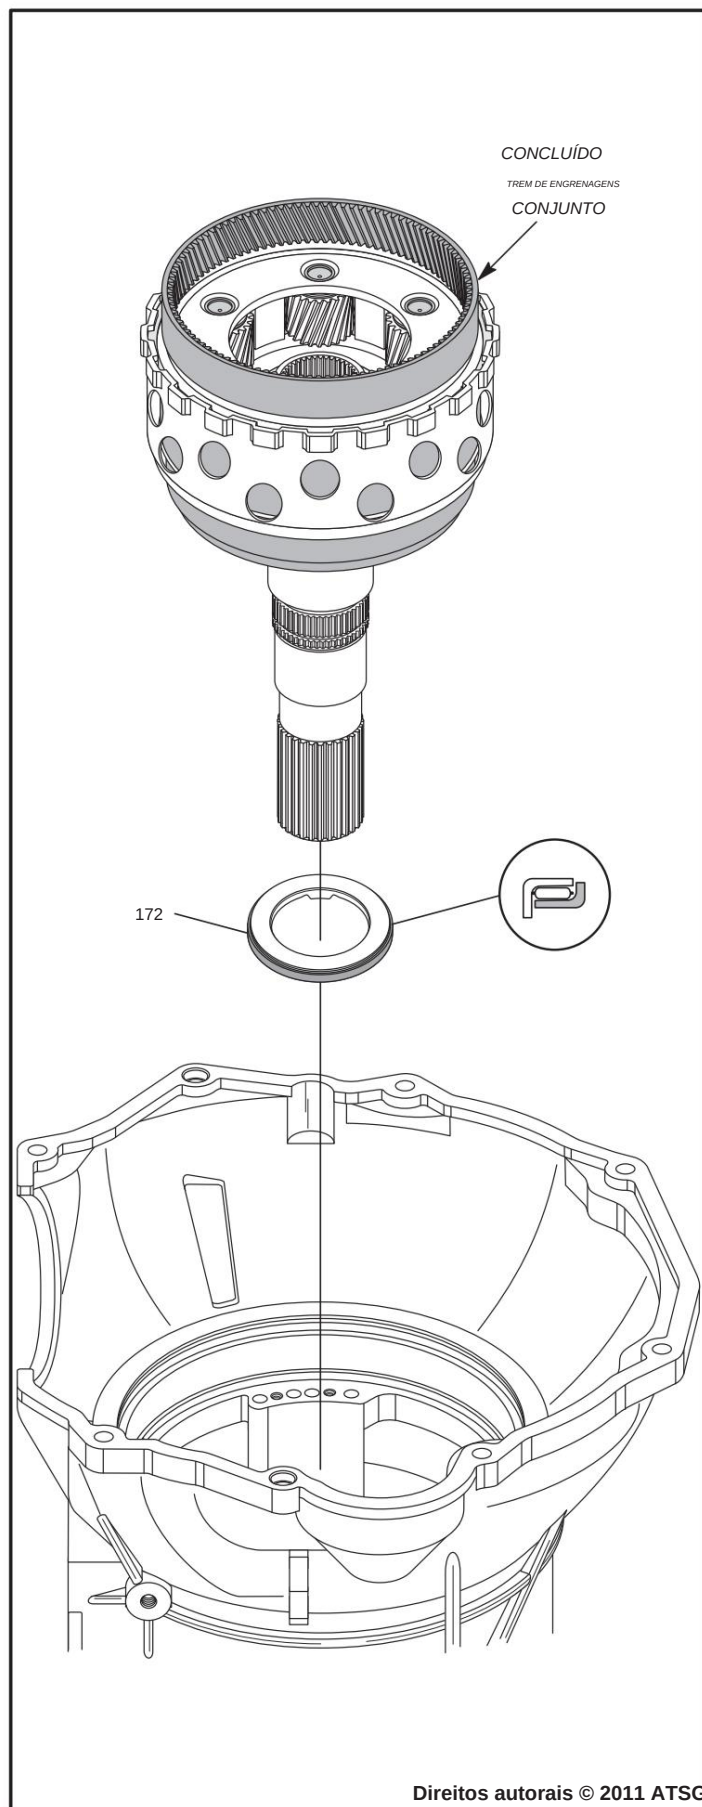

Figura 142
7. Instale o rolamento de encosto número 12 no carcaça da embreagem baixa/ré com o lado preto voltado para baixo, conforme mostrado na Figura 142, e fixe com uma pequena quantidade de Trans-Jel®.
8. Instale o conjunto de engrenagens pré-montado, conforme mostrado na Figura 142, através do alojamento da embreagem baixa/ré.